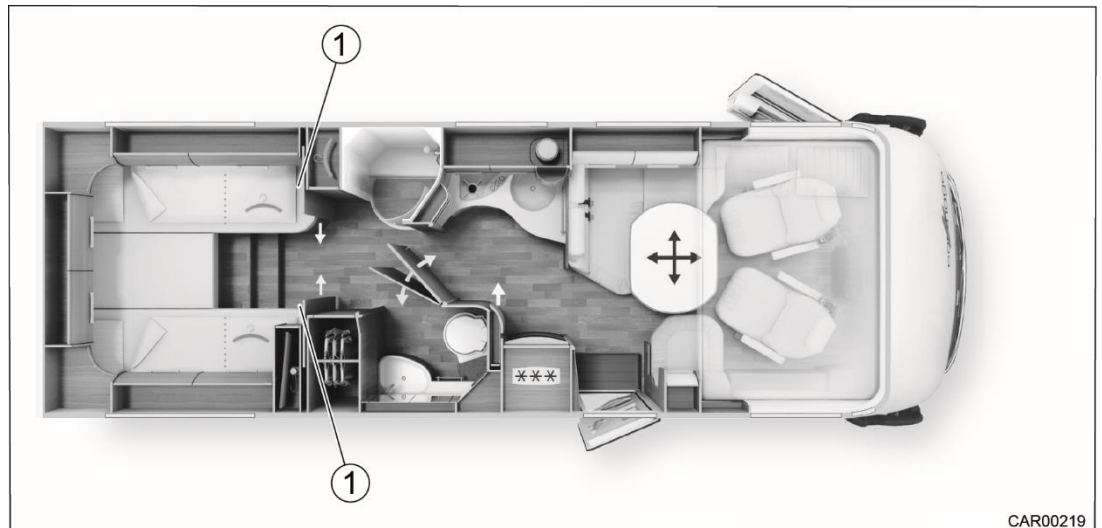

Fig. 80 Création d'un dressing au niveau de salle de bain spacieuse (double porte) et du lit une personne
4. Ouvrir les bouton-pressions (Fig. 80/1) pour desserrer les blocages de la paroi de séparation.